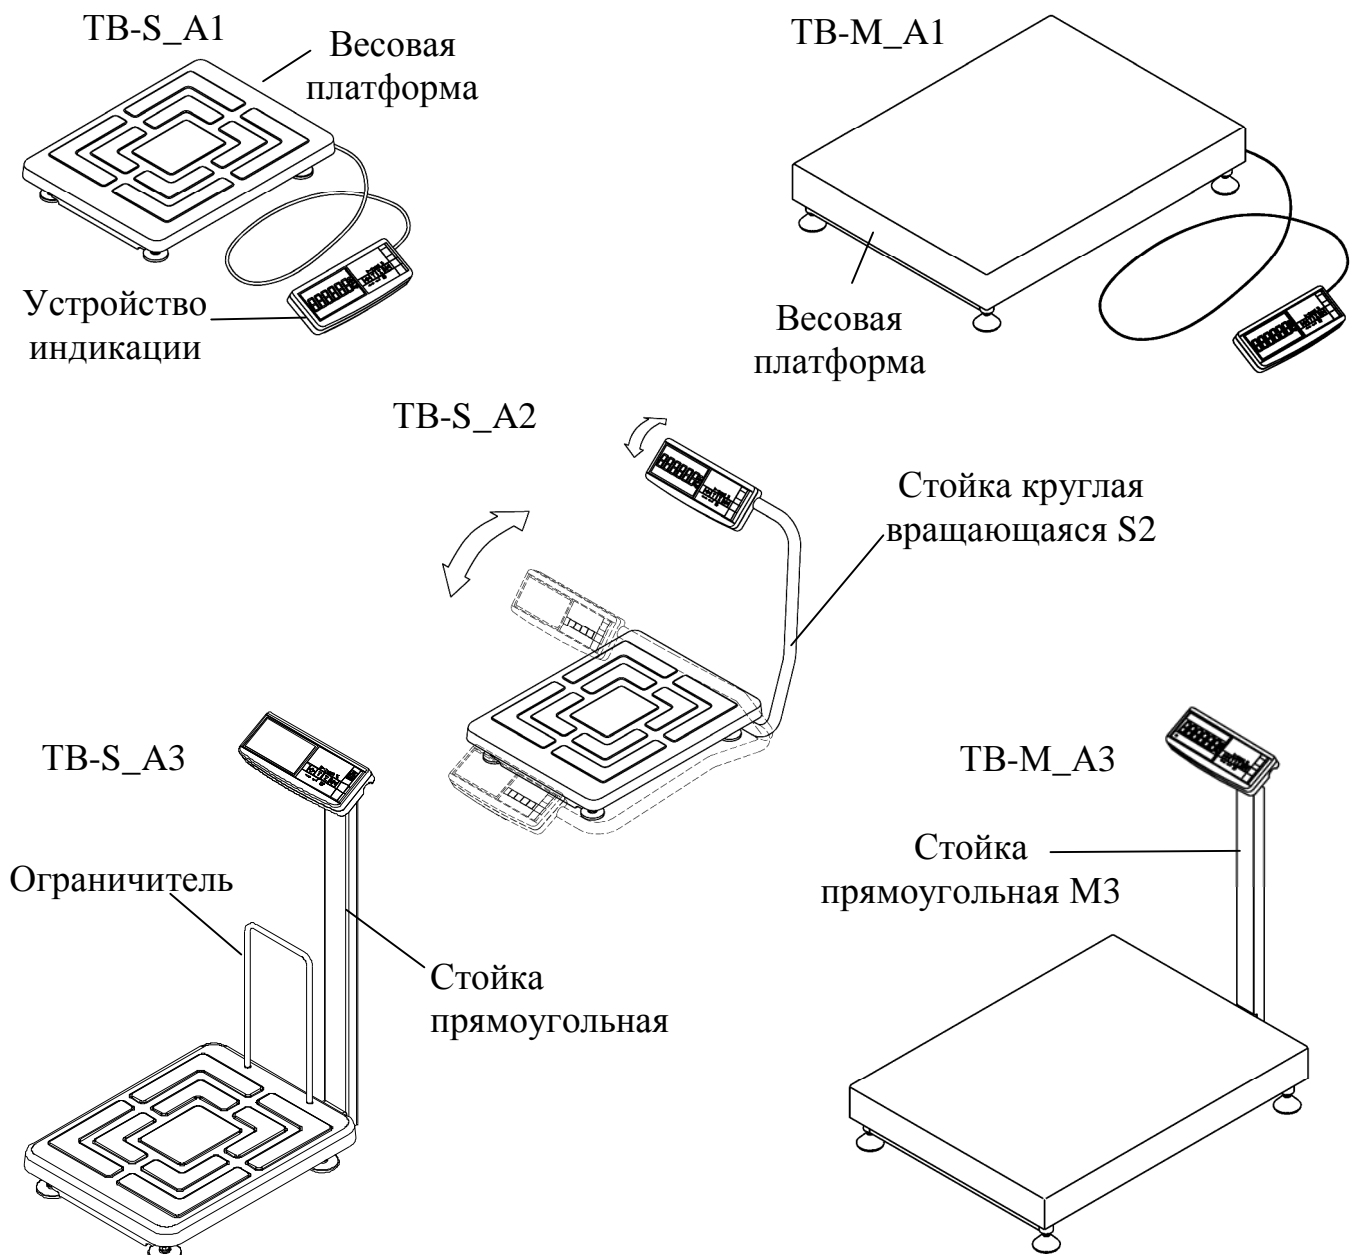

Рисунок 5.1 - Варианты исполнения весов
5.1 Весы состоят из весовой платформы и устройства индикации. В зависимости от способа установки устройства индикации весы поставляются в следующих вариантах (рисунок 5.1):
- вращая стойку (рисунок 5.1) установить ее в удобное для работы положение и зафиксировать, плотно затянув винты в кронштейнах основания (восемь винтов). На входе в стойку оставить припуск кабеля длиной  $20 \div 30$  мм;